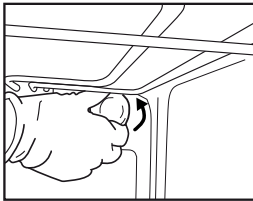
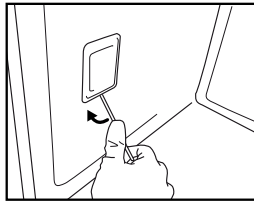

Рис. 6
Рис. 7
2. Вкрутіть плафон (рис. 6), замініть лампочку (див. примітку щодо типу лампочок) і закрутіть плафон назад (рис. 7).
3. За допомогою викрутки зніміть плафон (рис. 7).